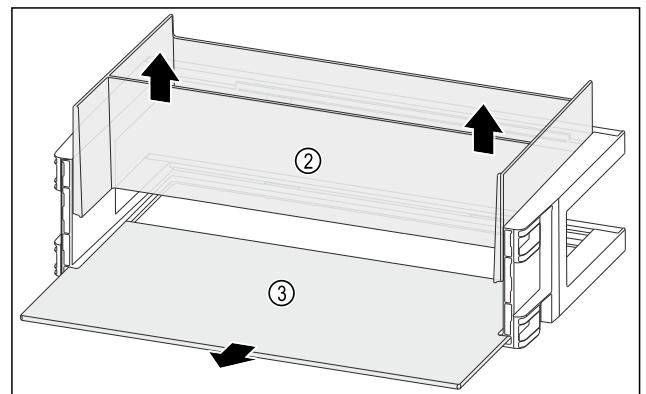

Fig. 142
- Estrarre l'organizzatore Fig. 142 (2) verso l'alto.
- Rimuovere il ripiano Fig. 142 (3).